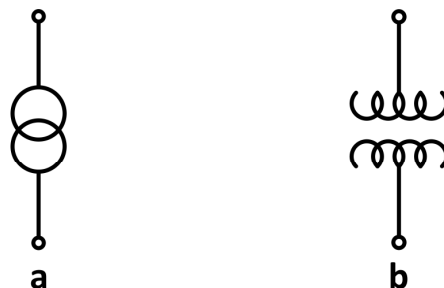

Fig. 2 - Representações esquemáticas unifilares do transformador
- b) Em esquemas unifilares (Fig. 2-a e 2-b);